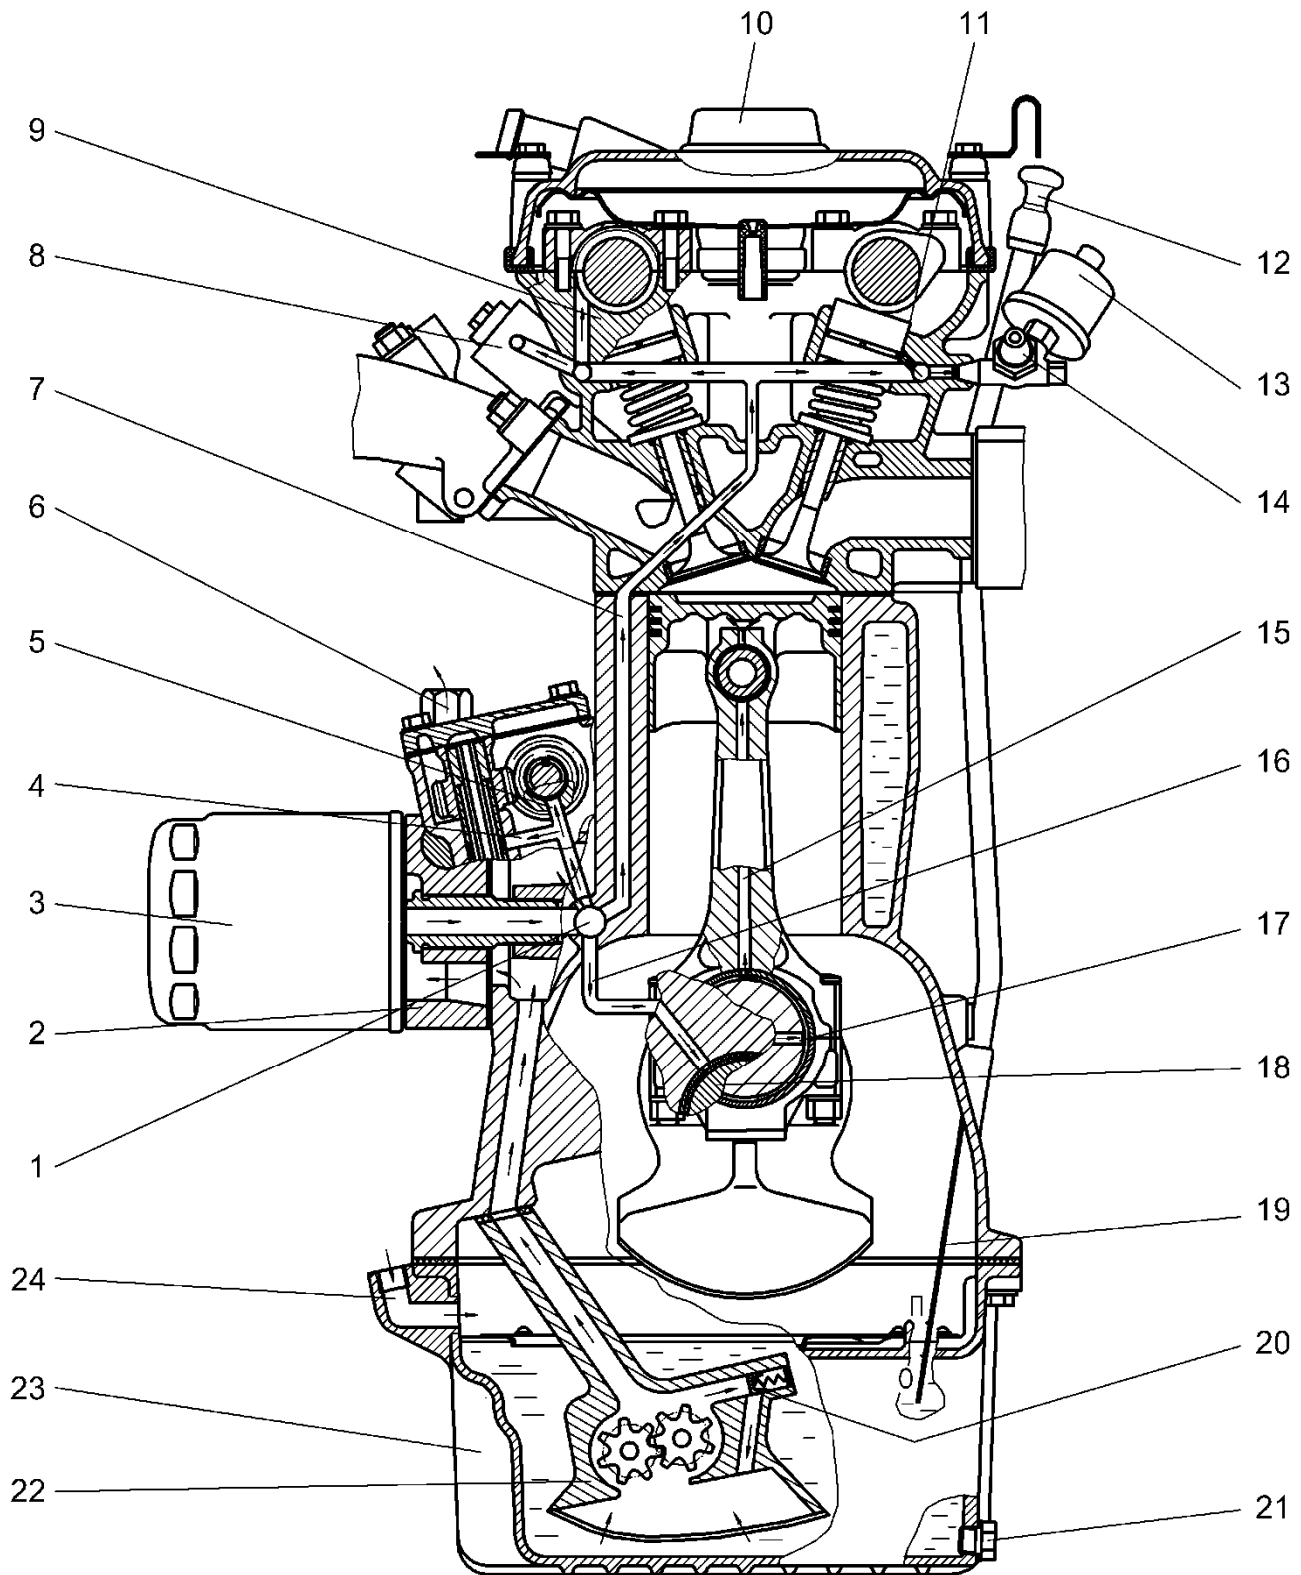

Рис.29. Схема системы смазки:
**Система смазки** (рис.29) – комбинированная, с подачей масла к трущимся поверхностям под давлением, разбрызгиванием и автоматическим регулированием температуры масла термодатчиком.
Из центральной масляной магистрали масло через канал 7 (рис.29) блока цилиндров поступает в головку цилиндров, где по каналам 9 подводится к опорам распределительных валов, по каналам 11 к гидротолкателям, и также к гидронатяжителю 8 верхней цепи привода распределительных валов.